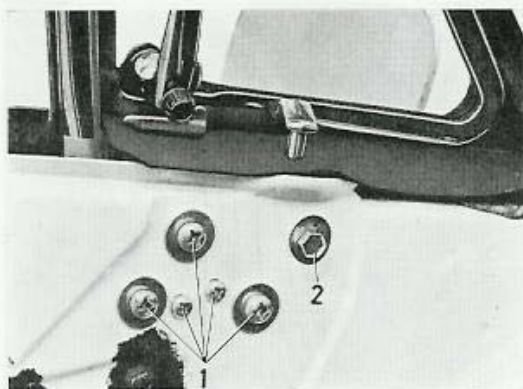

Bild 27. Skruvar för ventilationsruta
4. Lossa skruvarna som håller ramen (1, bild 27).
2. Lossa plasten som läcker dörren och lossa skruven (2, bild 27). Trä in handen genom det stora hålet i dörrens innerplåt och ta bort överfallet för ventilationsrutans ledtapp.
4. Vid monteringen dras skruven (2, bild 27) åt tills rutan går lagom trögt att öppna och stänga.